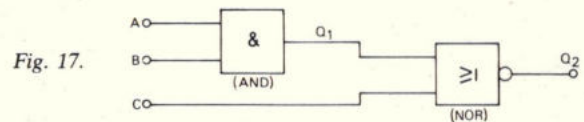

Fig. 17.
- Geef van de in fig. 17 getekende schakeling de waarheidstabel.